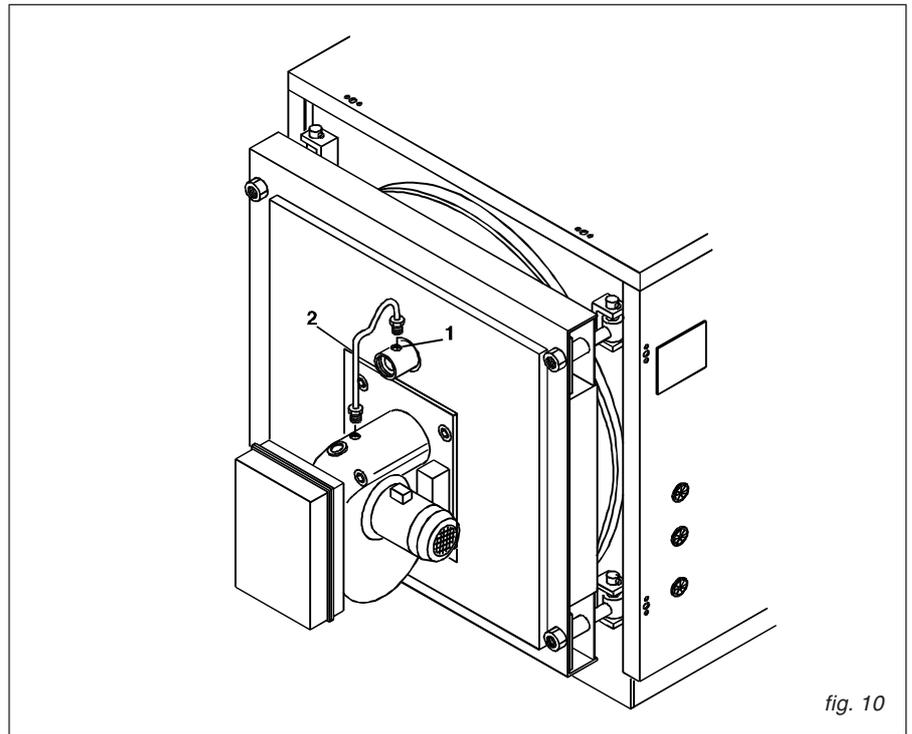

fig. 10
- G) Inserire i bulbi delle sonde termostatiche nelle rispettive sedi (come indicato in fig.10)